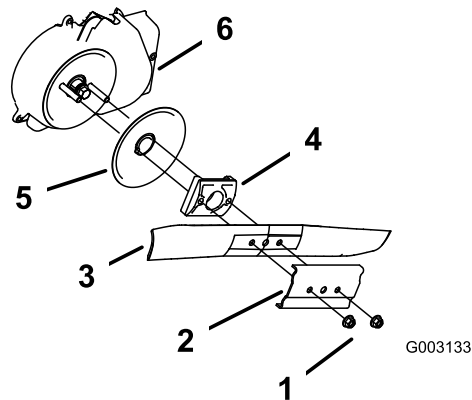

Figura 31
3. Togliete i due dadi della lama ed il rinforzo (Figura 31).
4. Togliete la lama (Figura 31).
5. Montate la lama nuova (Figura 31).